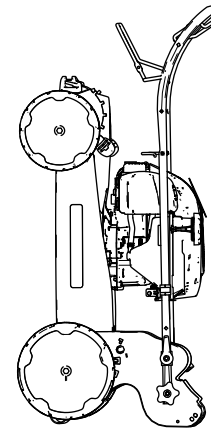

Figura 16
4. Levante la parte delantera de la máquina con el manillar y llévela al lugar de almacenamiento (Figura 16).